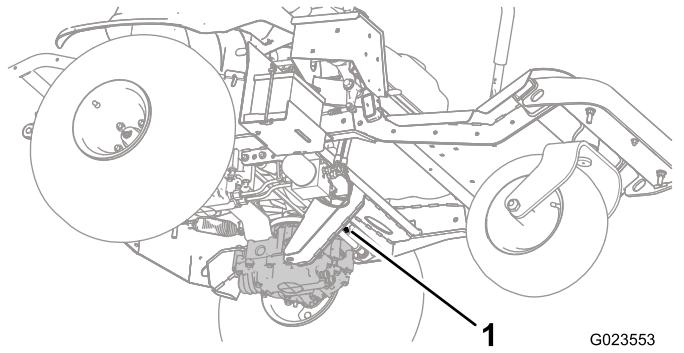
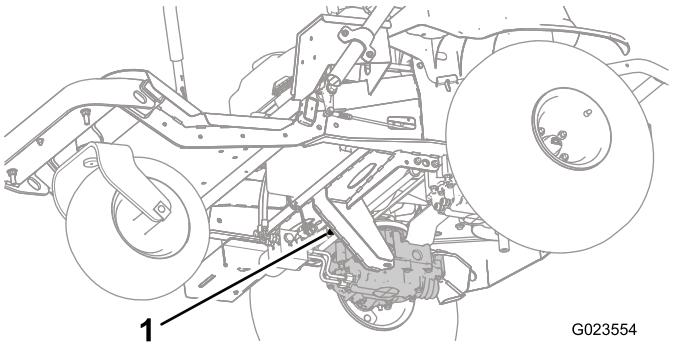
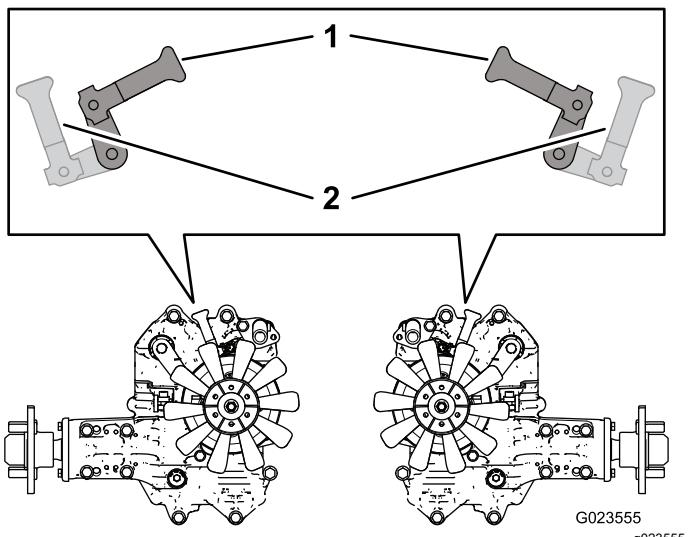

Figure 22
Figure 23
Figure 24
- En passant sous la machine, tournez les leviers de dérivation (Figure 22 et Figure 23) pour les orienter vers l'intérieur et le centre de la machine (Figure 24), puis desserrez le frein de stationnement; voir Utilisation du frein de stationnement \(page 20\).
3. Lorsque vous avez fini de pousser ou remorquer la machine, tournez les leviers des vannes de dérivation vers l'avant de la machine pour pouvoir conduire la machine (Figure 24).